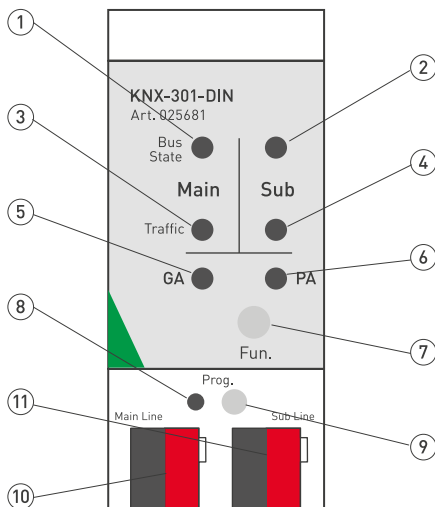

Рисунок 1. Расположение органов подключения и управления.
- 3.3. Подключите шины данных KNX (красный и черный провода в кабеле KNX) к соответствующим клеммным колодкам, соблюдая полярность и цвета проводов (см. Рисунок 1).